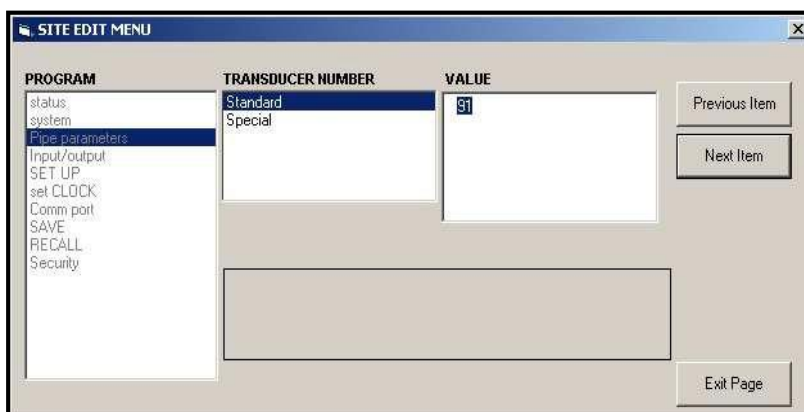

Figura 38: Opção Pipe Parameters no menu Site Edit
- a. Selecione e clique duas vezes na opção desejada no painel da esquerda. A Figura 38 a seguir mostra a primeira entrada (Transducer Number) da opção *Pipe parameters*. O título acima do painel central lista a entrada atual, enquanto o painel central exibe as seleções disponíveis para essa entrada.